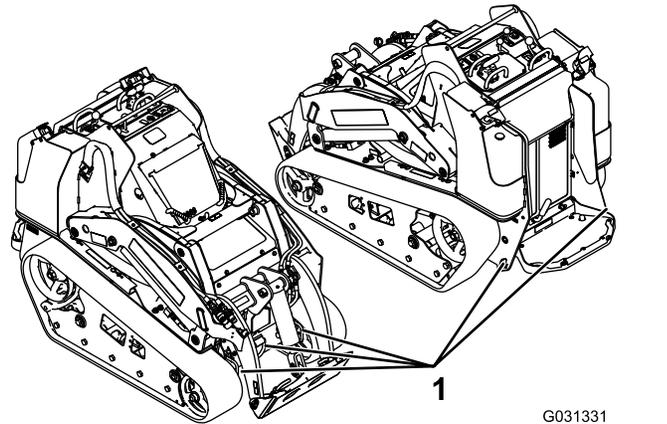

Bild 36
8. Befestigen Sie die Maschine mit den Metallbefestigungsschleifen und Riemen, Ketten, Kabel oder Seilen am Anhänger oder Pritschenwagen (Bild 36). Halten Sie die örtlichen Vorschriften für die Vergütung ein.
Sie können die Maschine mit den Vergurtungsstellen bzw. Hebeschlaufen als Hebestellen anheben, wie in Bild 36 abgebildet.